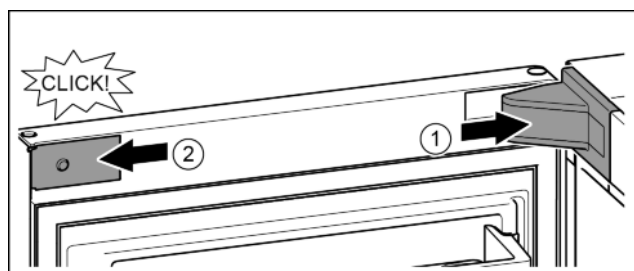

Fig. 25
- ▶ Nasadíte a zaklapnete kryt stojanu ložiska, příp. opatrně přitlačte od sebe. Fig. 25 (1)
- ▶ Z boku nasadíte záslepku a zaklapnete. Fig. 25 (2)